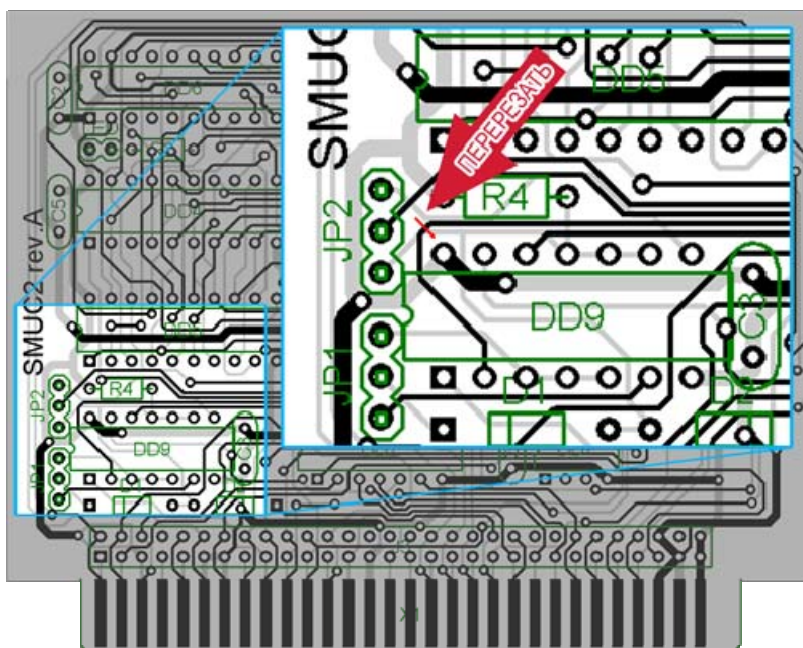

Рис. 4 – Доработка платы. Места разреза дорожек.
1. Отрезать сигнал /IORQ от ноги 2 DD9 LE4 (см. Рис.4, вид платы со стороны монтажа), на эту ногу подать "землю" (припаять перемычку проводом МГТФ между 7 и 2 ногами микросхемы DD9).